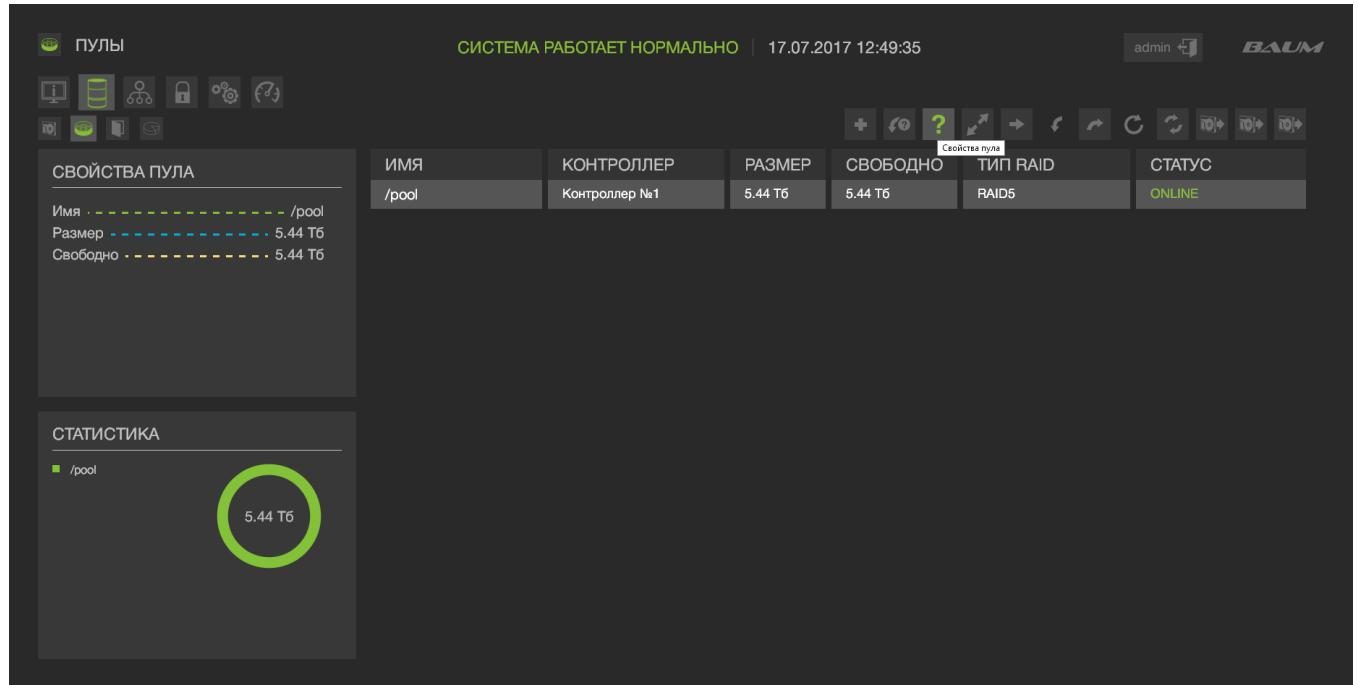

Рисунок 121 – Просмотр информации о массиве
- 1) Перейти на вкладку «Дисковое пространство» → «Пулы» (см. Рисунок 121).